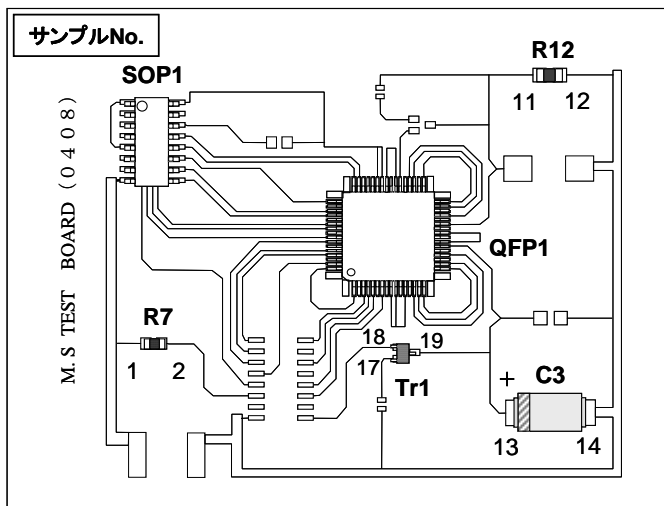
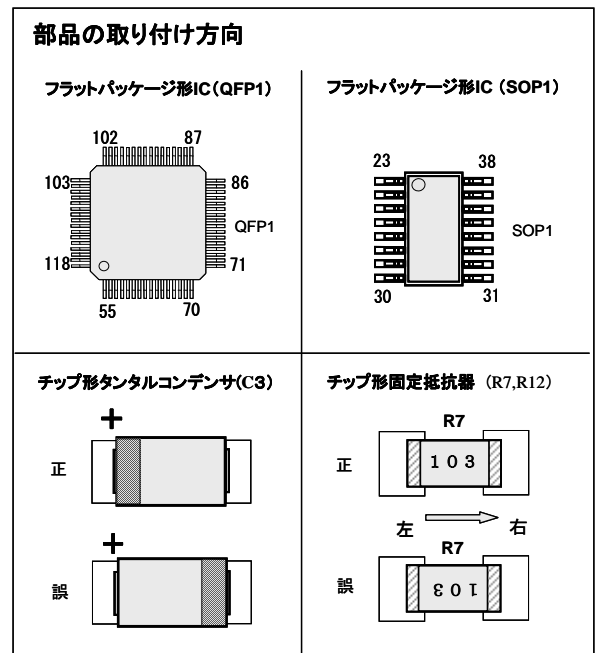

図1 試験材の組立図
図2 部品の取り付け方向
指定された試験材を「マイクロソルダリング技術認定・検定試験における品質判定基準」に基づき、指定の組立図（図1）と相違ないか、10倍の顕微鏡を用いて20分間で検査しなさい。なお、部品の種類は表1に、部品の取り付け方向は図2に従うこととする。
- ⑥ 解答用紙に指定された試験材のサンプル No. を記入しなさい。
- ⑦ 解答用紙の縦の良否判定項目欄は「マイクロソルダリング技術認定・検定試験における品質判定基準」該当する各不良名称および良品を示し、横の欄は試験材に該当する部品記号およびランド No. を示している。
- ⑧ 試験材が図1、図2および表1に示す実装状態であるかを検査し、該当する部品記号と当てはまる良否判定項目の交わる欄に○印を記入しなさい。
- ⑨ 試験材が品質判定基準で示すソルダリング状態であるかを検査し、該当するランド No. と当てはまる良否判定項目の交わる欄に○印を記入しなさい。
- ⑩ 各部品記号の列と、各ランド No. の列にはそれぞれ○印を1個ずつ記入し、○印が合計27個であることを確認しなさい。
部品の側の記号（例 R7）は部品記号を示し、番号はランド No. を示す。QFP と SOP のランド No. は図2に示す。